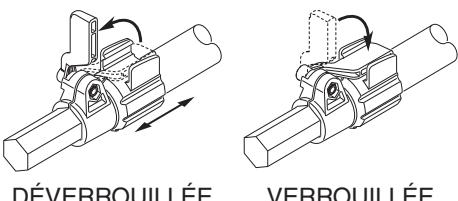

Figure 12 - Extension de la perche télescopique
1. Pour rallonger la perche, déverrouillez le levier à came, comme illustré dans la Figure 12. La perche peut alors glisser librement.
3. Pour verrouiller la tige à la longueur désirée, serrer le levier de serrage comme illustré dans la Figure 12.